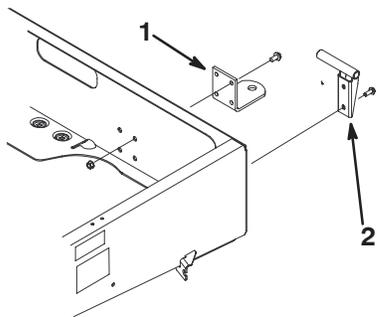

Figura 7
2. Montate la staffa orientabile sinistra nell'angolo posteriore sinistro del telaio, usando due viti a testa flangiata (3/8 x 1 poll.). Serrate i bulloni a 22 Nm. Collocate la staffa come illustrato nella Figura 7.